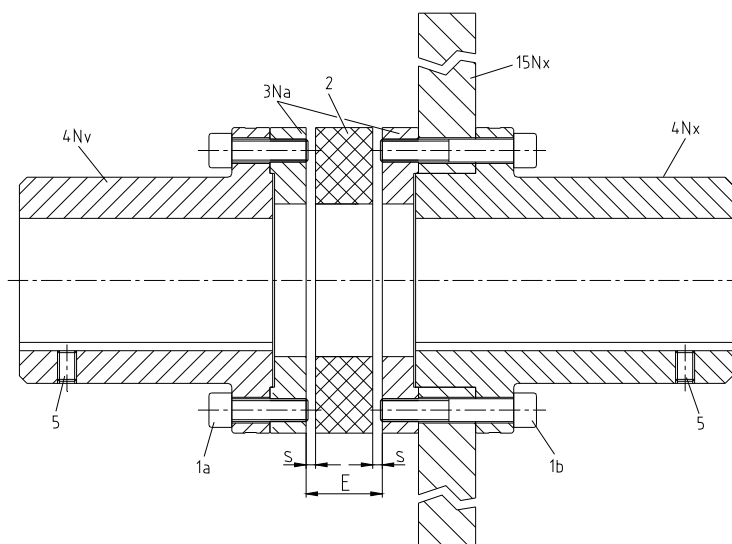

figura 7
- Centre la estrella (2) entre las bridas conductoras (3Na) y compruebe las dimensiones E y s (ver figura 7).